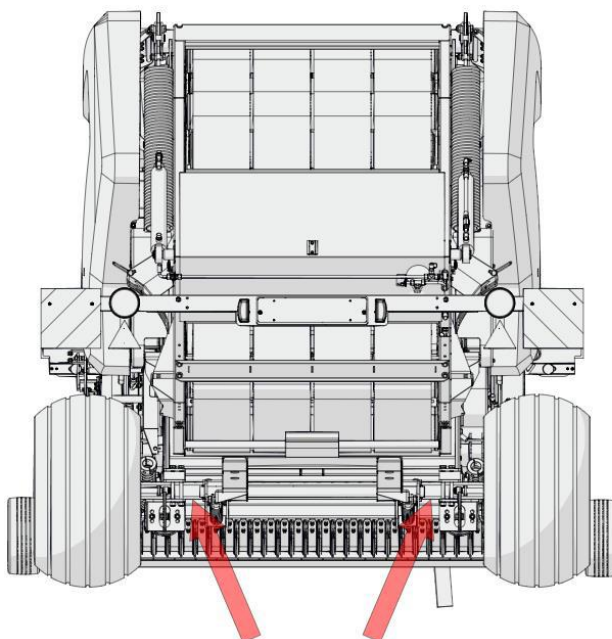

Figura 70. Puntos de aplicación del elevador.
Coloque el elevador solo en el eje de la prensa. Los puntos de aplicación del elevador se muestran en la figura 70. Debido a la posibilidad de daños en la máquina, el elevador no debe colocarse en otros puntos.
- Coloque el elevador en la posición indicada en la figura 70. La capacidad del elevador debe adaptarse a la máquina;